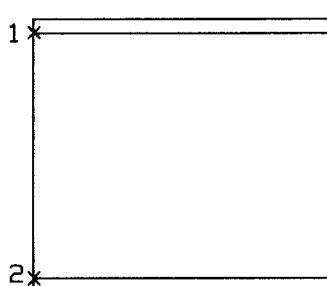

图 1-11 绘制辅助直线
(2) 在【图层】工具栏中，打开图层下拉菜单，选择“窗棱”图层。使用【直线】工具，绘制出辅助直线，如图 1-11 所示。